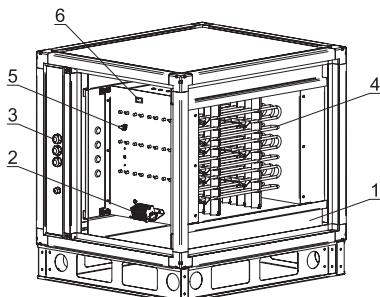

Рисунок 12
Секция воздухонагревателя (рис. 12) предназначена для нагрева воздуха, подаваемого установкой в обслуживаемое помещение и представляет собой корпус, расположенный на направляющих (1), в котором находятся обогревенные ТЭНы (4). Электрический воздухонагреватель имеет встроенную защиту от перегрева – два независимых биметаллических термовыключателя с самовозвратом. Один (6) с температурой срабатывания 70°C как защита против перегрева, а второй (5) с температурой срабатывания 130°C для защиты от пожара. Отсек электроподключения расположен за съемной панелью. Подключение питания к электрокалориферу (нагревателю) осуществляется через клеммную колодку (2), установленную на нем.